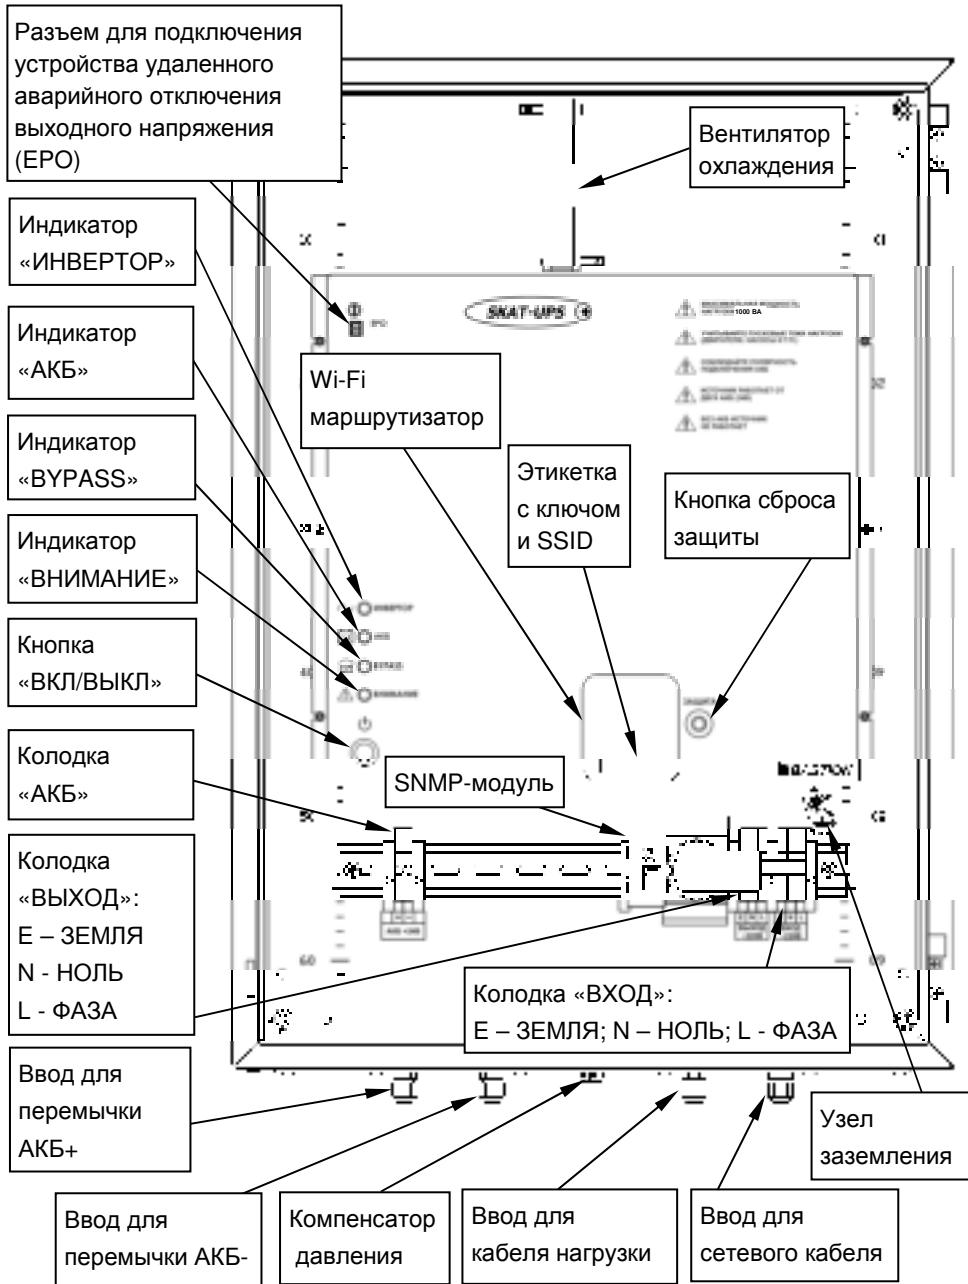

Рисунок 2 — Вид изделия с открытой дверцей
Ключ доступа к сети и SSID указаны на этикетке, расположенной на передней панели маршрутизатора (см. рисунок 2). После подключения к беспроводной сети следует ввести IP-адрес в строке адреса Web-браузера беспроводного устройства. По умолчанию IP-адрес: 192.168.0.100 (заводская установка).
Установите кабельные вводы и компенсатор давления (входят в комплект поставки) в предусмотренные для них отверстия на нижней стенке корпуса изделия (см. рисунок 2).
Подключение внешних цепей к изделию выполняется через соответствующие кабельные вводы в соответствии с назначением клемм подключения (см. рисунок 2).
- Подключите к изделию, соблюдая полярность, провода для подключения внешней АКБ (см. рисунок 2).
- Зафиксируйте подведенные к изделию провода и кабели в соответствующих герметичных кабельных вводах (см. рисунок 2).
- После самотестирования изделие перейдет в режим «ОСНОВНОЙ» и продолжит заряд АКБ, включится индикатор «ИНВЕРТОР» (см. рисунок 2).
Отключить сетевое напряжение. Изделие должно автоматически выполнить переход на резервное питание нагрузок от АКБ. Индикатор «ИНВЕРТОР» останется включенным, дополнительно включится индикатор «АКБ» и один раз в 4 секунды будет вспыхивать индикатор «ВНИМАНИЕ» (см. рисунок 2).
Включить изделие, нажав и удерживая около секунды кнопку «ВКЛ/ВЫКЛ». Изделие выполнит те же действия, что и при работе от сети, за исключением того, что питание нагрузок осуществляется от АКБ. Изделие сразу перейдет в режим «РЕЗЕРВ», индикаторы «ИНВЕРТОР» и «АКБ» включатся (см. рисунок 2).